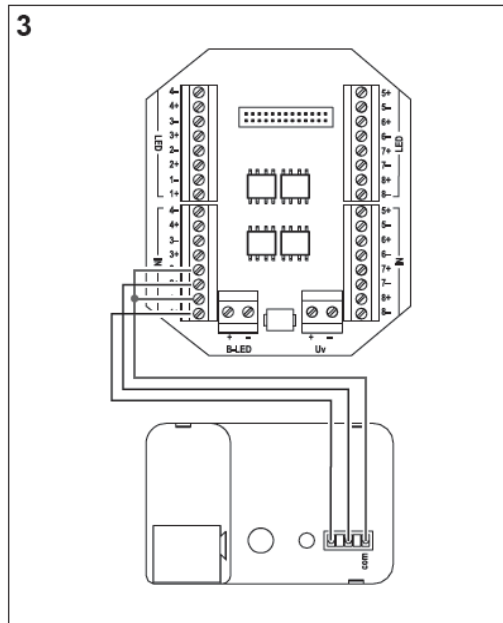

Bild 3
- Leitungen der Eingänge **E1** und **E2** in die Klemmen **1+** und **2+** des **IN**-Klemmenblocks am Adapter führen (Bild 3) und Schraubklemmen anziehen.
Die Schnittstelle muss dann mit 4 Eingängen programmiert werden. Die Verdrahtung ist entsprechend (Bild 3) in den Klemmen **1** bis **4** des **IN**-Klemmenblocks am Adapter vorzunehmen.